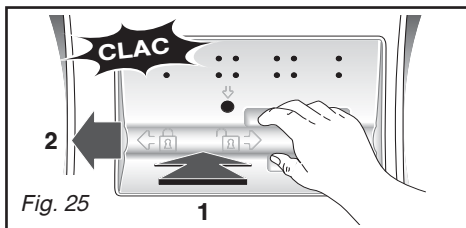

Fig. 25
– remettez la pièce **A** en place en prenant soin de bien la positionner dans les ouvertures au fond du tambour et en la poussant vers la gauche jusqu'à ce qu'elle soit parfaitement encliquetée (Fig. 25).